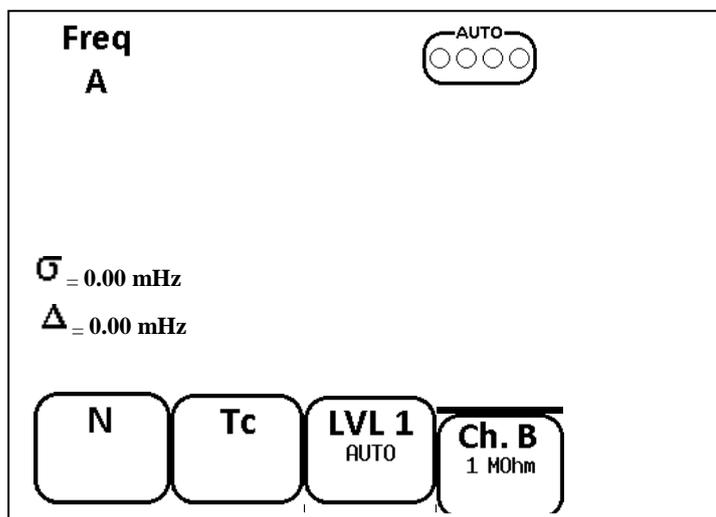

Рис. 6.9 Режимы работы канала А.
- Нажать кнопку меню F2, при этом на экране ЖК монитора появится меню выбора режимов работы канала В, см. Рис. 6.9: